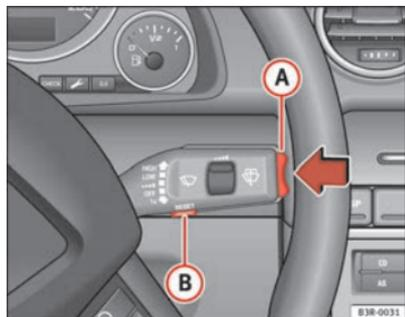

Fig. 60 Palanca del limpiaparabrisas: Elementos de manejo del ordenador de a bordo
Pulsando la tecla Reset **B** ⇒ página 89, fig. 60 se puede conmutar entre las funciones del ordenador de a bordo 1 y 2.
Bastará con pulsar brevemente el interruptor-selector de funciones o bien la tecla **Reset** => página 89, fig. 60 para borrar el aviso sobre la duración de viaje.
- Pulse la zona superior o inferior del conmutador-selector de funciones **A** ⇒ fig. 60. Se visualizarán una tras otra las funciones del ordenador de a bordo en los niveles de memoria correspondientes.